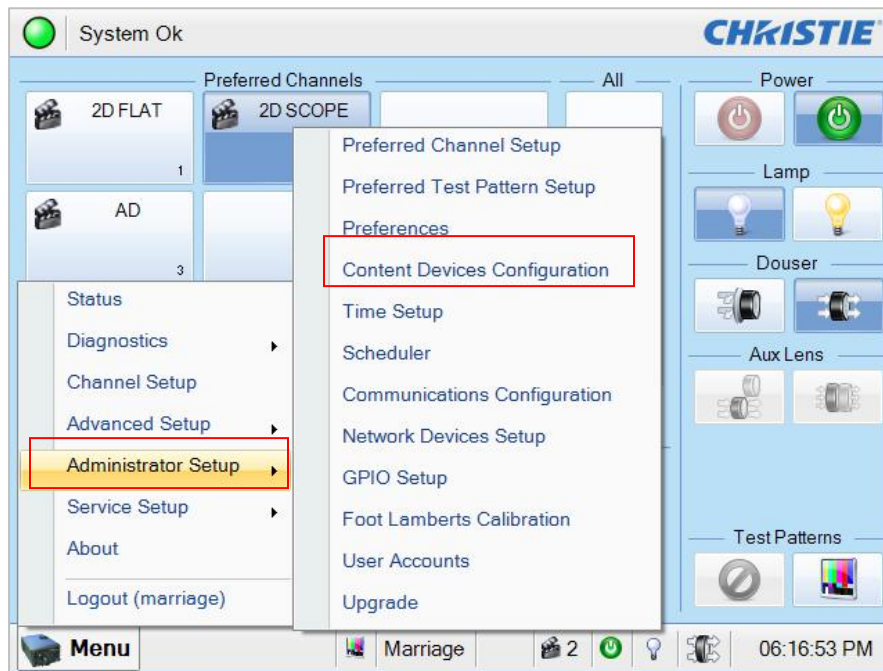

图 27 内容设备设置 (Content Devices Configuration)
3. 选择 **[Menu]** → **[Administrator Setup]** → **[Content Devices Configuration]** (如图 27 所示)